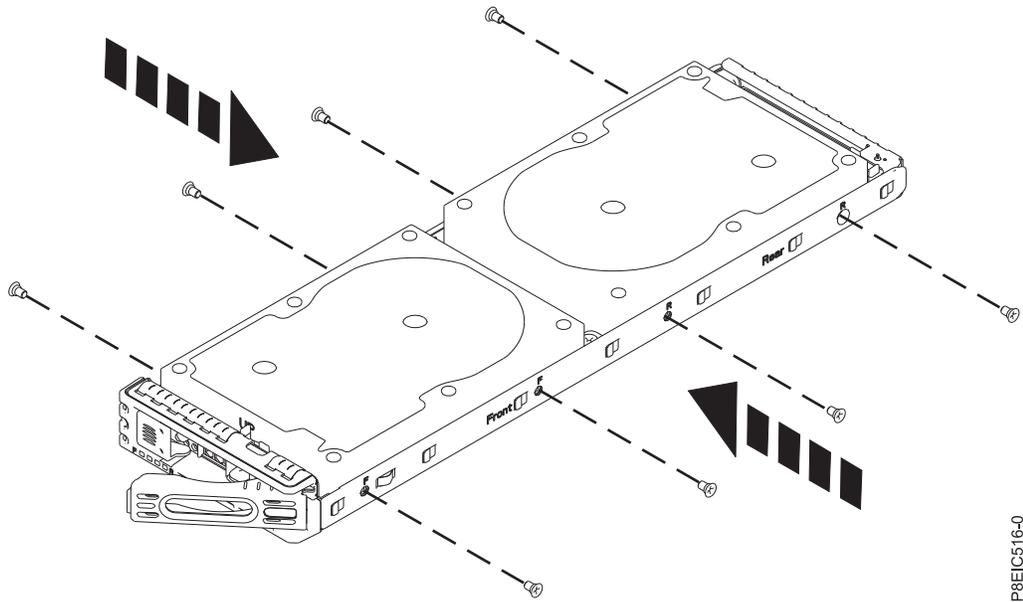

Abbildung 13. 3,5-Zoll-Laufwerk an der Halterung befestigen
- b. Befestigen Sie das Laufwerk mit vier Schrauben (jeweils zwei auf jeder Seite) an den Seiten der Halterung (siehe Abb. 13 auf Seite 14).